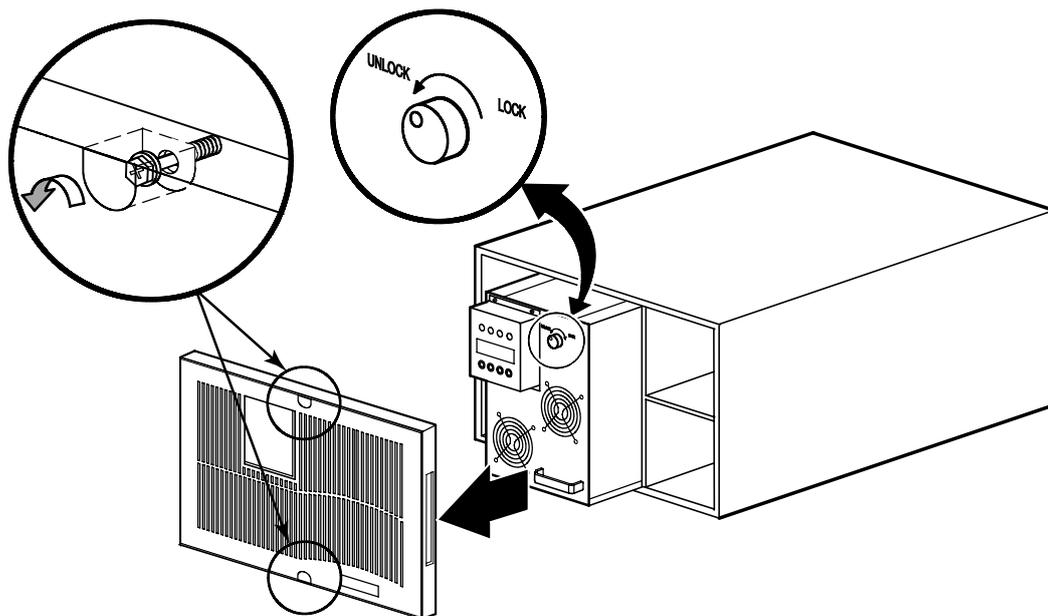

Abbildung 46. Entfernen des Elektronikmoduls
1. Die Frontplatte der USV entfernen (siehe Abbildung 46).